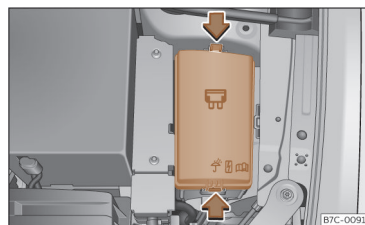

Fig. 190 No compartimento do motor: tampa da caixa de fusíveis.
- Pressione as patilhas de bloqueio para desbloquear a tampa da caixa de fusíveis >>> **Fig. 190.**